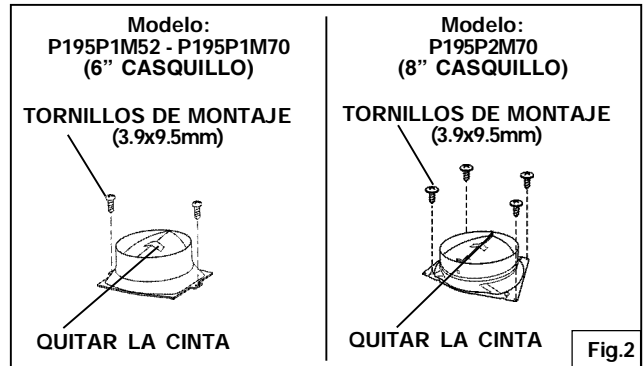

Fig.2
1. Sujete el casquillo de unión en la parte superior de la campana; asegure por medio de tornillos de montaje (3.9x9.5mm) como se muestra en Fig.2